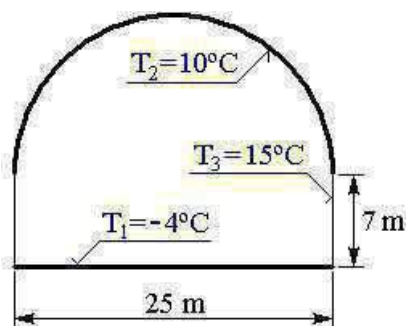
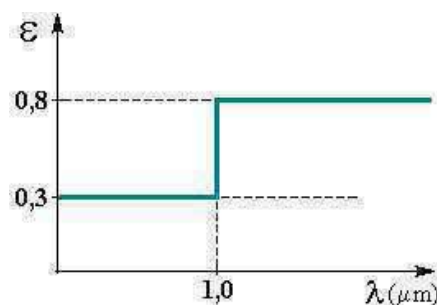

Figura 2a
Figura 2b
2. Considere uma pista de patinagem sobre o gelo circular com uma cúpula hemisférica, de 25 m de diâmetro, conforme representado na figura 2a. Todas as superfícies são cinzentas e difusas, com uma emissividade espectral que se representa na figura 2b.